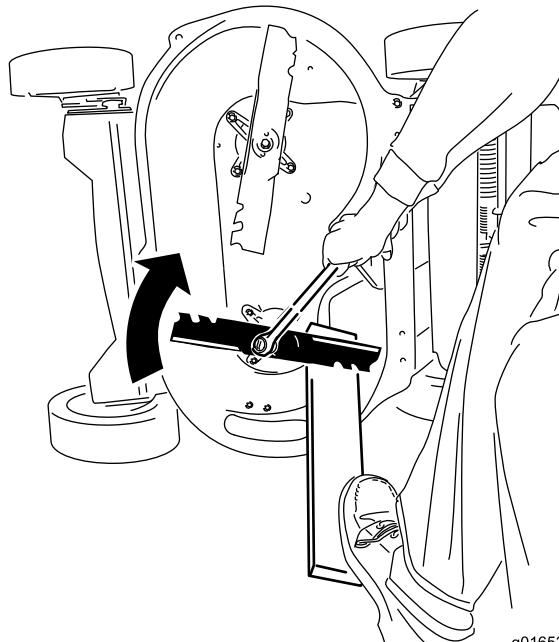

Figura 45
- Apoye cada cuchilla en un trozo de madera, y gire el perno de la cuchilla en el sentido de las agujas del reloj con una llave dinamométrica, según se muestra en Figura 45; apriete el perno de la cuchilla a 82 Nm.